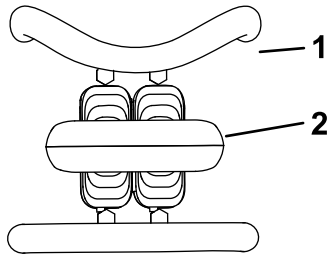

Figura 5
- Para parar a máquina, liberte o controlo de tração (Figura 5).